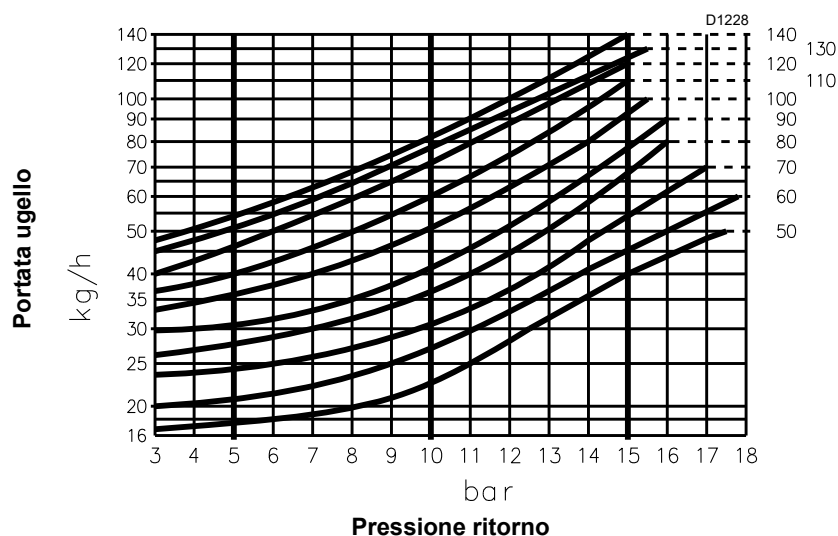

Fig. 27
Il diagramma (Fig. 27) indica questa relazione per ugelli Bergonzo tipo A3 ed A4 con pressione in mandata pompa di 20 bar.
Diagramma (Fig. 27):
- A regolazione avvenuta verificare manualmente, dopo aver sbloccato il servomotore (vedi pag. 20), che fra 0° e 130° non vi siano impuntamenti e che le pressioni massima e minima corrispondano a quella prescelta secondo il diagramma (Fig. 27 pag. 22).
La portata dell'ugello è data dal diagramma (Fig. 27 pag. 22) in corrispondenza della pressione sul ritorno dell'ugello, letta sul manometro 1)(Fig. 28 pag. 23).